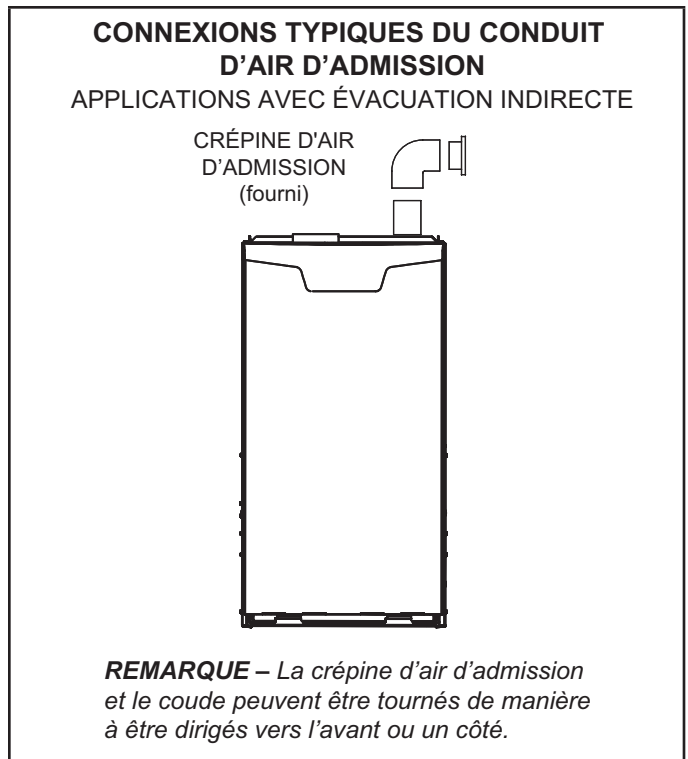

Figure 25
- 1 - Acheminer le conduit d'admission au moyen de pièces non fournies et de la crépine d'admission d'air fournie, comme illustré à la Figure 25. Prévoir un dégagement minimal de 3 po (76 mm) autour de l'ouverture d'admission. L'ouverture d'admission (avec la crépine de protection) doit toujours être dirigée vers l'avant ou vers le côté.